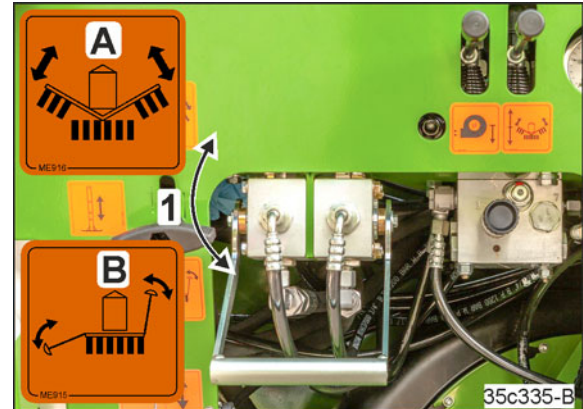

Fig. 229
1. Pârghia supapei (Fig. 229/1) stă în poziția „B”.
3. Reglați pârghia supapei (Fig. 229/1) în poziția „A”.